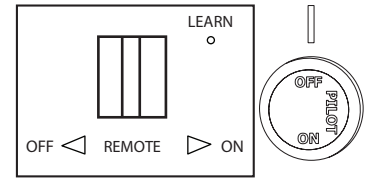

Fig. 17 - Receptor y perilla de control
• Coloque el interruptor del receptor en la posición "ON" (Ver Fig. 17).
3. Gire la perilla de control hacia la derecha  a la posición "OFF" (Ver Fig. 17).
4. Espere cinco (5) minutos para que se vacíe todo el gas. Luego huela en busca de gas, incluyendo cerca del piso. Si huele gas, ¡ALTO! Siga "B" en la información de seguridad a la izquierda de esta etiqueta. Si no huele a gas, vaya al siguiente paso.
5. Presione ligeramente y gire la perilla de control hacia la izquierda  a la posición "PILOT" (Ver Fig. 17). Oprima la perilla de control.